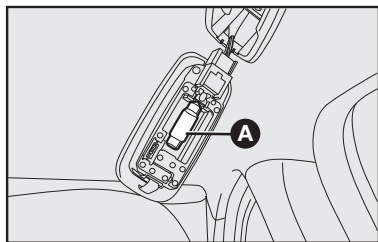

fig. 24
- Substituir a lâmpada **A-fig. 24**,